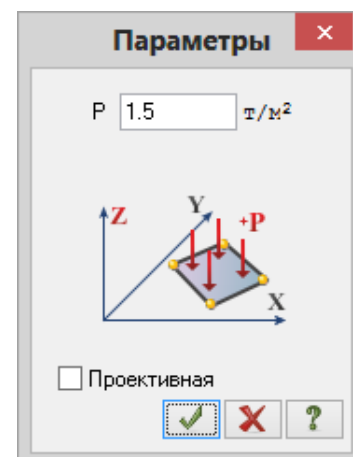

Рис.7.18. Диалоговое окно **Параметры**
- В этом окне задайте интенсивность нагрузки $p = 1.5 \text{ т/м}^2$ (рис.7.18).